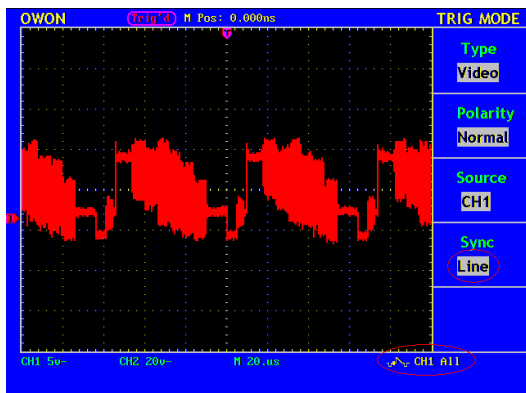

Рисунок 6.8. Осциллограмма сигнала с запуском по синхроимпульсу строки
- При помощи регуляторов **VOLTS/DIV**, **VERTICAL POSITION** и **SEC/DIV** получите на дисплее требуемую осциллограмму (см. рис. 6.8).